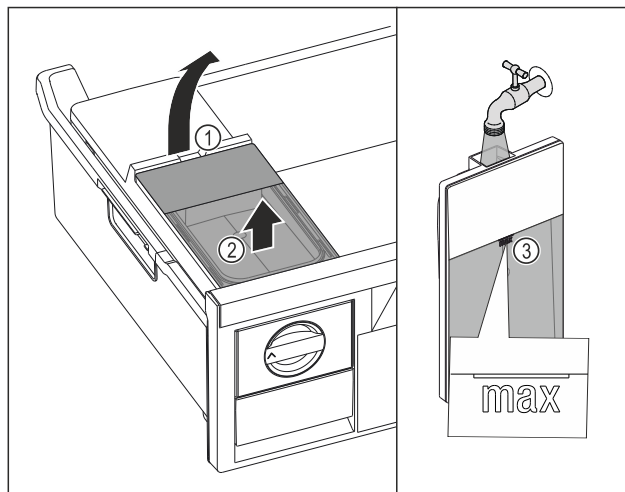

Fig. 215
- Wassertank an der Aussparung Fig. 215 (1) anheben.
- Wassertank nach oben entnehmen. Fig. 215 (2)
- Wassertank bis zur Markierung Fig. 215 (3) mit Trinkwasser befüllen.